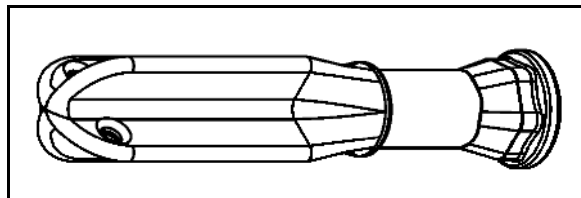

Рис. 72
1. Достаньте ключ из крепления на дозаторе. (Рис. 72/1) aus der Halterung am Dosierer nehmen.